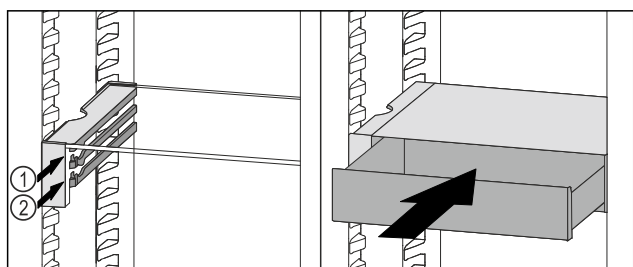

Fig. 93
- Nasadte zásuvku VarioSafe za zářátky na požadovaném žebro Fig. 93 (1) nebo Fig. 93 (2).